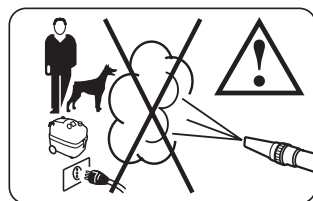

Fig. 3
- L'appareil émet de la vapeur à très haute température, par conséquent, EVITER de la manière la plus absolue d'en orienter le jet vers des personnes, des animaux ou d'autres appareils électriques (Fig. 3). En particulier, durant son utilisation, protégez vos yeux et vos mains avec des lunettes et des gants conformes aux normes contre les accidents.